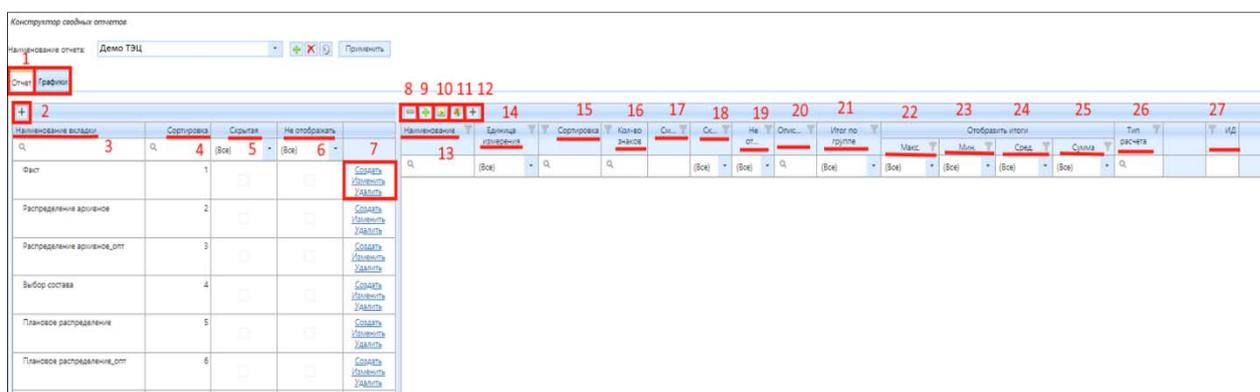

Рисунок 4.7.25 – Конструктор сводных отчетов
1. перейти на вкладку (1) «Отчет» (рис. 4.7.25);
2. нажать кнопку (2) «Создать строку» (рис. 4.7.25). Данная строка содержит следующие колонки:
- наименования вкладки (3) (рис. 4.7.25). Название стоит задавать по типу расчета, из которого будут выгружаться значения и добавляться в сводный отчет;
- сортировка в таблице (4) (рис. 4.7.25) для присвоения порядка расположения вкладки в сводном отчете;
- скрытая (5) (рис. 4.7.25). При активации данного чек-бокса вкладка не будет отображаться, но все действия в ней будут учитываться;
- не отображать (6) (рис. 4.7.25). При активации данного чек-бокса вкладка не будет отображаться и станет неактивной вместе с формулами, ссылками, пересчетами;
3. нажать ссылку «Сохранить» в безымянной колонке (7) (рис. 4.7.25).
Функциональность конструктора позволяет произвести следующие действия с вкладками (7) (рис. 4.7.25): создать вкладку другого уровня, изменить – отредактировать или удалить строку целиком.
1. нажать кнопку (12) «Создать строку» (рис. 4.7.25);
2. указать наименование колонки (13) (рис. 4.7.25);
3. указать единицу измерения (14) (рис. 4.7.25) для задания размерности параметра;
4. указать сортировку в таблице (15) (рис. 4.7.25) для присвоения порядка расположения вкладки в сводном отчете;
5. указать количество знаков после запятой для отображения значения в таблице (16) (рис. 4.7.25);
6. указать смещение (17) (рис. 4.7.25). Данная функция служит для того чтобы задать смещение для выгружаемого значения. Если задать значение со
7. активировать (при необходимости) чек-бокс (18) «Скрыть» (рис. 4.7.25). Данный чек-бокс служит для того, чтобы не отображать колонку в отчете;
8. активировать (при необходимости) чек-бокс (19) «Не отображать» (рис. 4.7.25). Данный чек-бокс служит для того, чтобы сделать колонку неактивной, не отображать и не производить никаких действий в ней;
9. задать описание параметра (20) (рис. 4.7.25);
10. указать итог по группе (21) (рис. 4.7.25). В этой ячейке при нажатии флажка выпадает список с групповыми функциями (рис. 4.7.26), после применения которых значения будут группироваться для данных расчетных суток по признаку. Например, при применении функции:
- (22) Макс (рис. 4.7.25);
- (23) Мин (рис. 4.7.25);
- (24) Средн. (рис. 4.7.25);
- (25) Сумма (рис. 4.7.25);
12. нажать ссылку «Сохранить». Значения в столбцах (26) «Тип расчета» (рис. 4.7.25) и (рис. 4.7.28) «ИД» (рис. 4.7.25) будут присвоены автоматически.